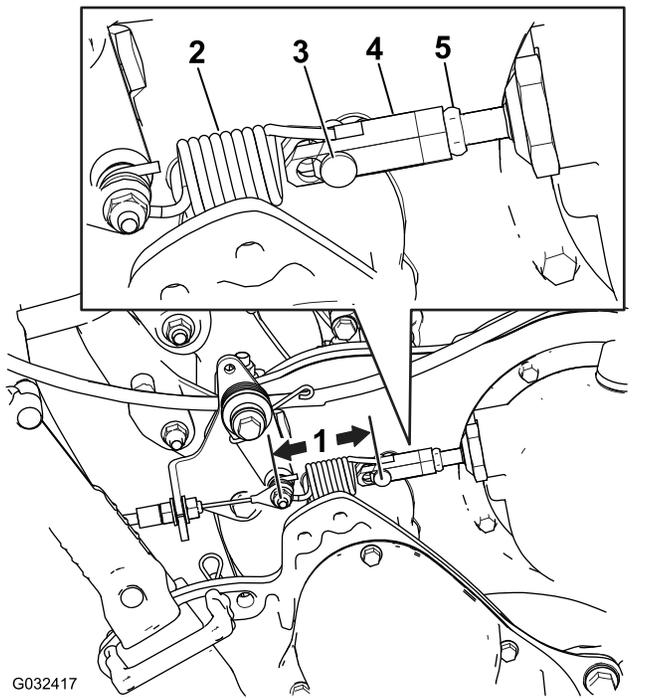

图 49
2. 测量从柱销到驱动控制弹簧任一端的距离图 49 如果介于 7.37.6cm 请根据以下步骤调节离合器。
- B. 松开螺丝扣上的锁紧螺母取下柱销然后从螺丝扣上断开弹簧图 49。
- F. 测量从柱销到驱动控制弹簧任一端的距离图 49 重复步骤 A 至 F 直至距离介于 7.37.6cm 之间。